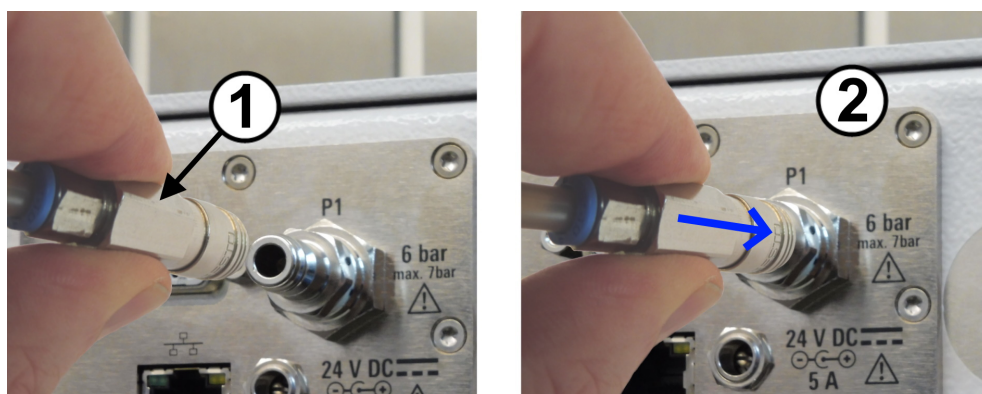

図 6-5: 圧縮空気供給源の接続
8. プッシュプルアダプターをクイック結合プラグに接続します。そのためには、アダプターの後部を持って (図 6-5 の 1 を参照)、クイック結合プラグ (2) に押し付けます。アダプターの仕組みによって自動的に接続がロックされ、プッシュプルアダプター内のバルブが開かれます。